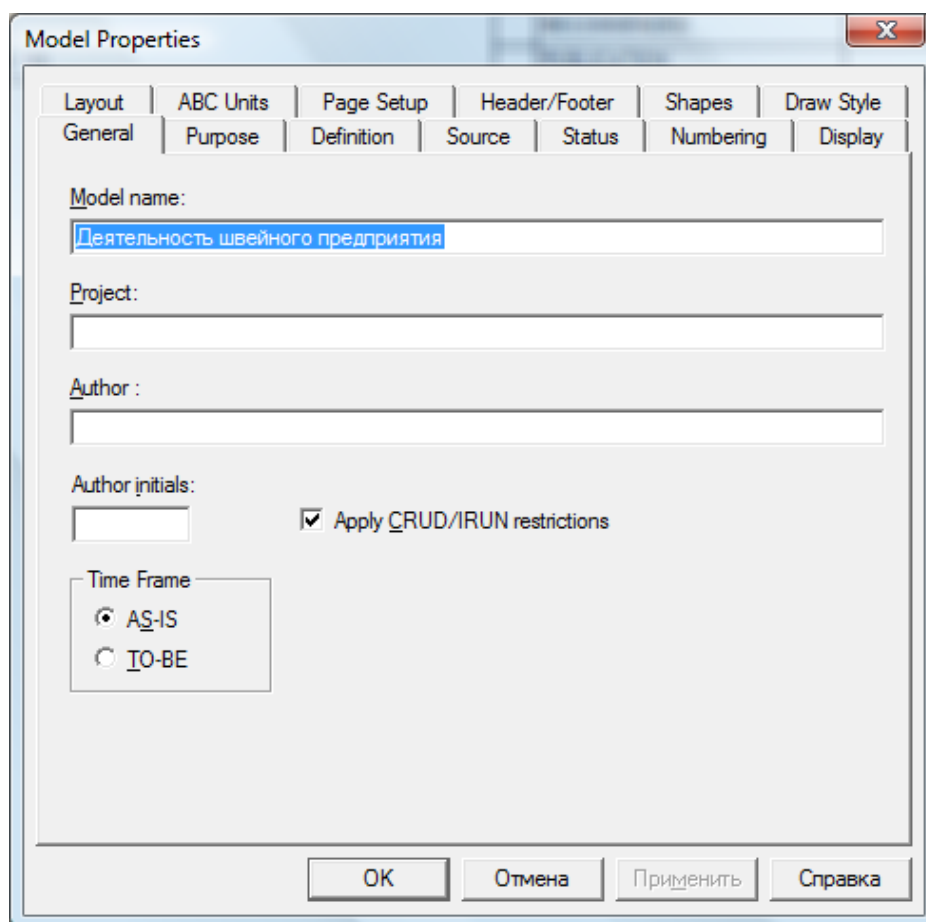

Рис. 5. Окно установки свойств модели
5. Для задания свойств модели выполните команду меню *Model* \Rightarrow *Model Properties* (Модель \Rightarrow Свойства модели). На экране появится окно *Model Properties* (Свойства модели) (рис. 5), в котором установите: